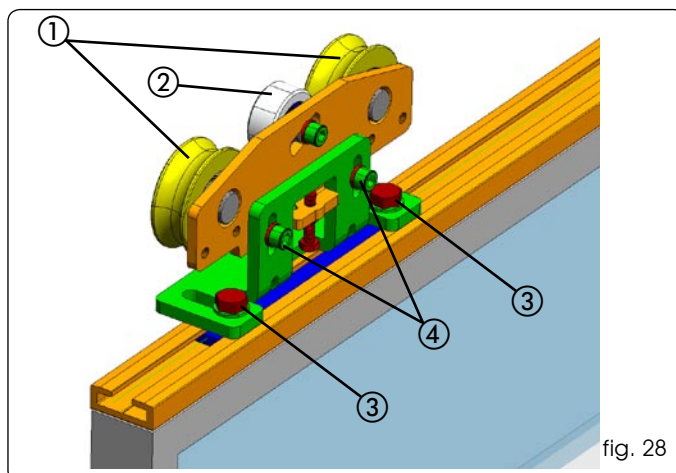

fig. 28
I carrelli sono dotati di due ruote di scorrimento (fig. 28 rif. ①) e di una ruota di contropinta (fig. 28 rif. ②).
Alla base dei carrelli, inoltre, sono presenti due asole che permettono la regolazione in profondità dell'anta (fig. 28 rif. ③).
- Allentare leggermente le due viti M6 fig. 28 rif. ④.